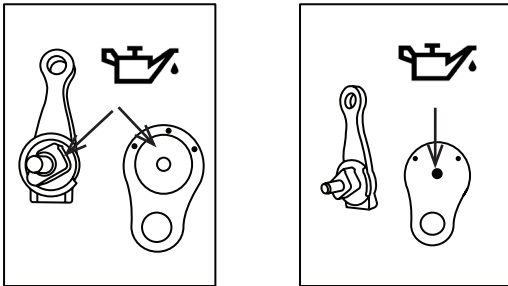

Fig. 1
Make sure you have connected the rope to the QRAB correctly as shown in fig.1. Make sure nothing will prevent the lever to automatically spring into place when released. Although it is an auto-block device, avoid relying only on the mechanism and it is advised to hold the rope in the breaking hand during use. Always place a knot at the end of the rope to prevent the rope from sliding through the device.
- Lubricating should be done only with a high performance silicone lubricant. The lubricant should be applied only on the pieces that are moving against each other. Wear safety gloves while applying the lubricant and follow safety procedures on the can. (Fig. 1)
Assurez-vous que la corde est correctement connectée au QRAB, comme indiqué sur la fig.1. Assurez-vous que rien n'empêchera le levier de se mettre automatiquement en place une fois relâché. Bien que ce soit un dispositif autobloquant, évitez de vous relayer uniquement sur le mécanisme et il est conseillé de tenir le câble dans la main qui se brise pendant l'utilisation. Toujours placer un nœud au bout de la corde pour empêcher la corde de glisser dans l'appareil.
La lubrification doit être effectuée uniquement avec un lubrifiant silicone haute performance. le lubrifiant ne doit être appliqué que sur les pièces qui se déplacent les unes contre les autres. Porter des gants de sécurité lors de l'application du lubrifiant et suivre les procédures de sécurité pouvez. (Fig. 1) Se retirer immédiatement du service si le QRAB: